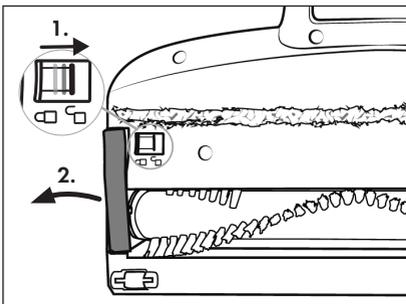

Abb. 24
- 2) Entriegeln Sie die Bürstenrolle 21, indem Sie die Bürstenrollenentriegelung 19 mit dem Finger in Richtung des Symbols □ (öffnen) schieben. Entfernen Sie dann den Bürstenrollenhalter 20 von der Bodenbürste 22 (siehe Abb. 24).